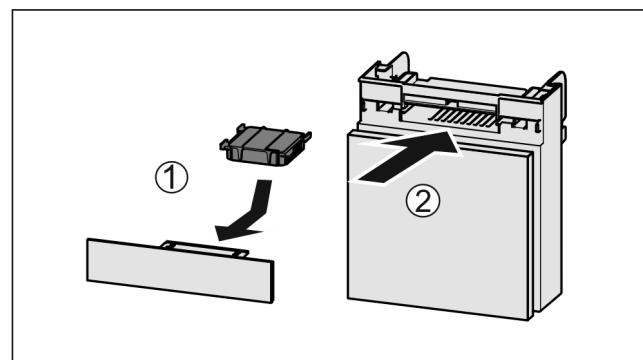

Fig. 89
► Vložte aktívny uhlíkový filter podľa obrázka Fig. 89 (1).
► Zasuňte zásuvku Fig. 89 (2).